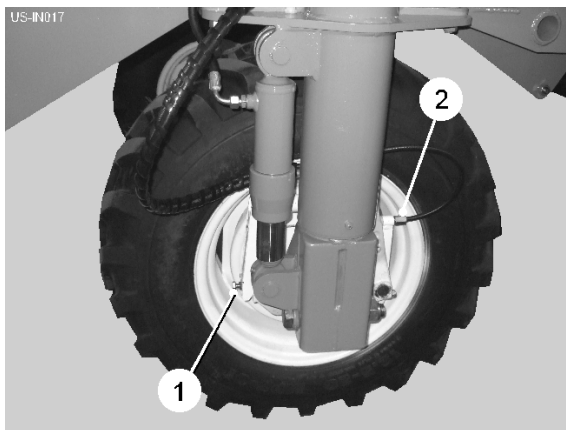

Fig 10
Verbinden Sie den hydraulischen Bremsenschlauch mit dem Traktorbremsendienst. Die Bremsen werden operieren, wenn die Traktorbremsen angewandt werden. Bremsenabnutzung kann davon aufgenommen werden, den setscrews (item 1, fig 10) einzustellen.